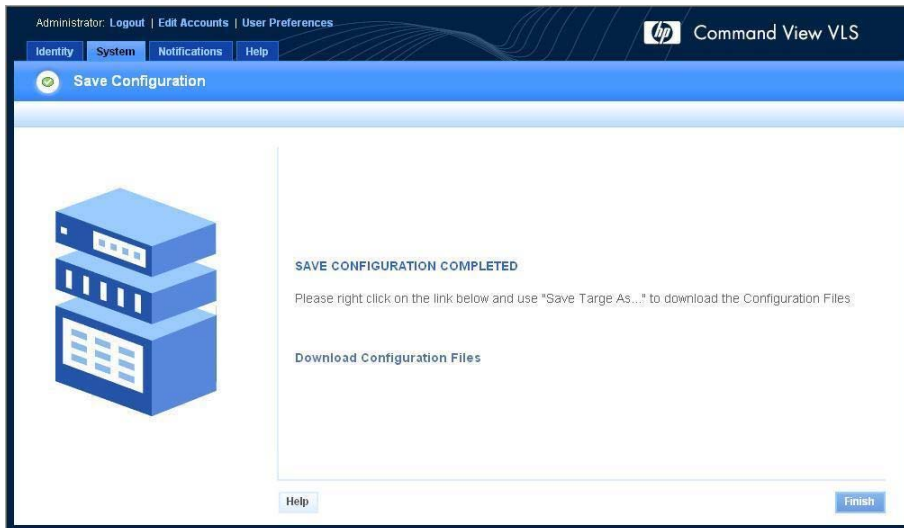

Figure 68 Fenêtre Save Configuration (Enregistrement de la configuration)
3. Cliquez sur **Save Config** (Enregistrer la configuration) dans la barre des tâches. La fenêtre Save Configuration (Enregistrer la configuration) s'ouvre (Figure 68).